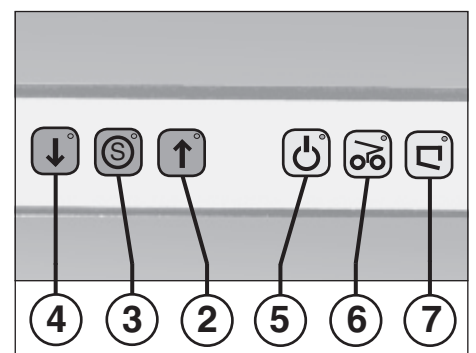

Рис. 2
1. Включите устройство с помощью главного выключателя (1) (положение “1”).
2. Нажмите на клавишу прямого хода (2) (рисунок 2): режущий механизм начнет работать.
2 = клавиша прямого хода (рис. 2)
3 = клавиша остановки 'УС' (рис. 2)
4 = клавиша обратного хода (рис. 2)
5 = контрольная индикаторная лампочка (рис. 2)